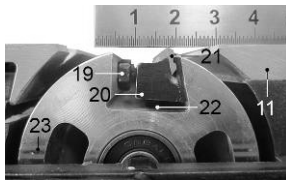

Рис. 6
9.2. Замена и установка строгальных ножей, Рис. 6